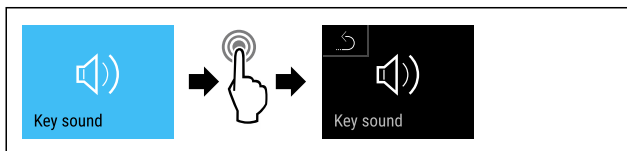

Fig. 95
- ▶ Wykonać czynności (patrz Fig. 95).